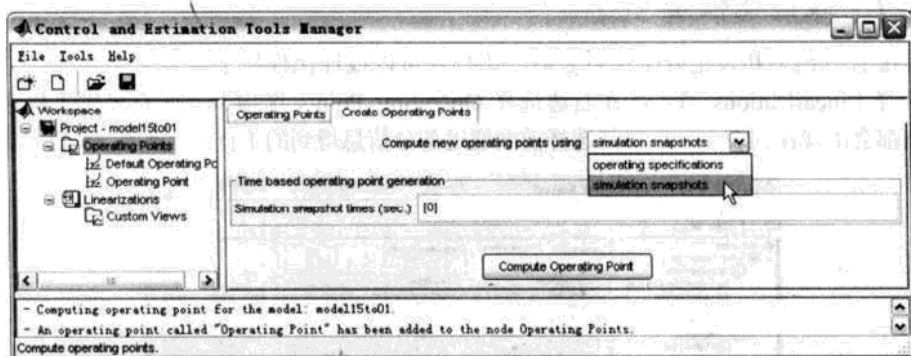
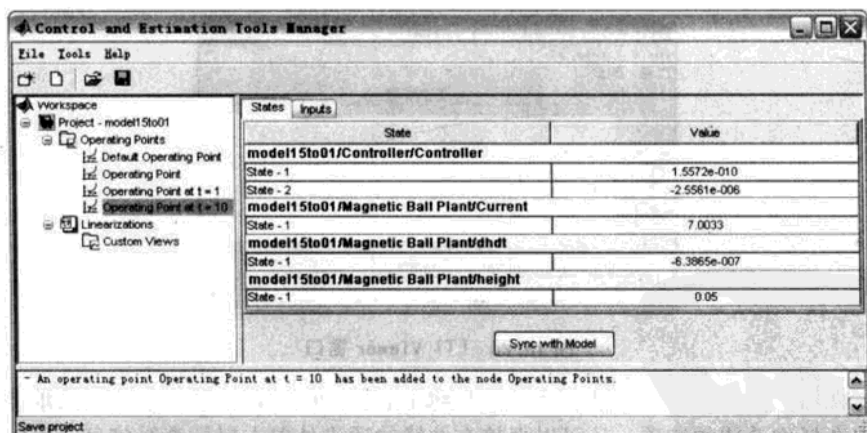

图 15.20 设置 Create Operating Points 选项卡
图 15.21 Simulation Snapshot Operating Point 结果
(1) 创建一个新的工作点, 在 Control and Estimation Tools Manager 窗口中选择 Operating Points 节点, 然后选择 Create Operating Points 选项卡。
(2) 在 Create Operating Points 选项卡中, 设置 Compute new operating points using 下拉列表框为 simulation snapshots, 如图 15.20 所示。
(3) 在 Simulation snapshot times 文本框中输入一个时间向量, 例如 $t=1$ 和 $t=10$ 时刻的工作点, 可输入 $[1,10]$ 。
(4) 单击图 15.20 中的 Compute Operating Point 按钮, Simulink Control Design 将对模型进行仿真, 并获取工作点。在工程数菜单中的 Operating Points 节点下面添加两个新节点, 标签分别为 Operating Point at $t=1$ 和 Operating Point at $t=10$, 选择其中一个节点进行查看, 如图 15.21 所示。